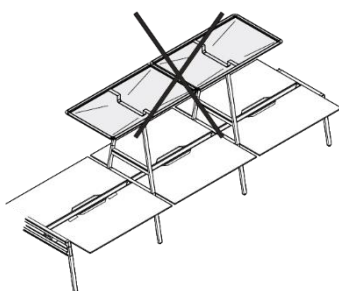

Figure 31 Dais, montage inadmissible
- deux dais directement montés l'un à côté de l'autre au-dessus de table de largeur 1400 mm (voir Figure 31).